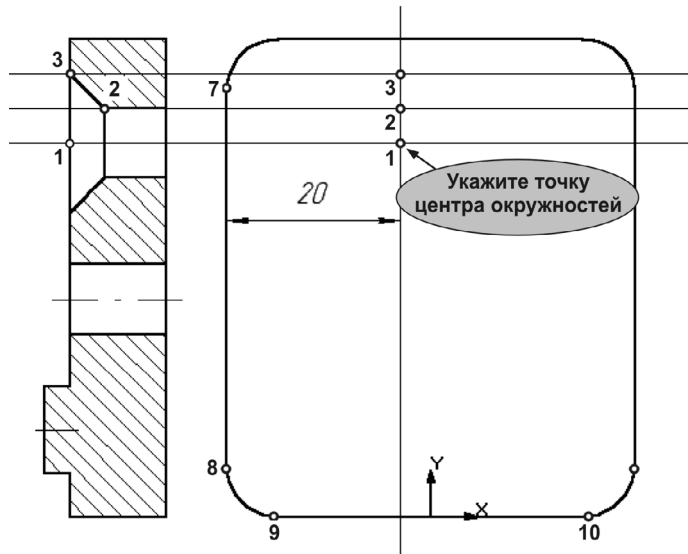

Рис. 29.2. Определение центра окружности
- 1.1. Нажмите кнопку **Параллельная прямая**. Постройте вспомогательную прямую, параллельную отрезку 7–8, на расстоянии 20 мм справа от него (рис. 29.2).